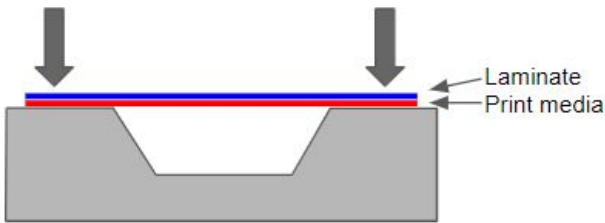

Abbildung 1
- 1) Positionieren Sie die Folie über den gesamten Oberflächenbereich, und verkleben Sie mithilfe einer Rakel auf der Oberfläche. Fixieren Sie die Kanten sicher, bevor Sie die Folie in die Sicke kleben. *Abbildung 1*